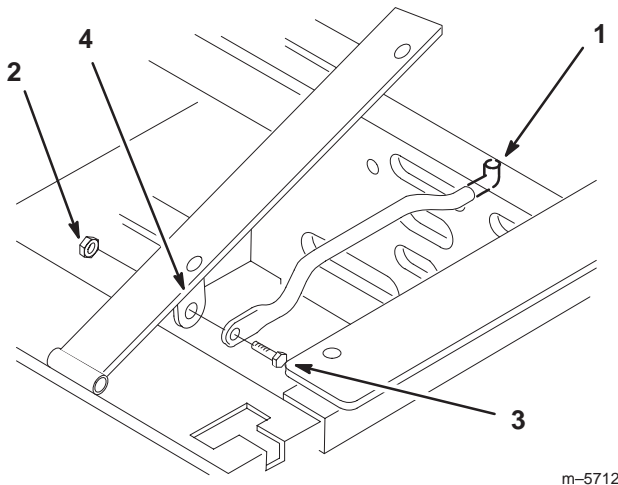

Figure 3
1. Basculez le siège en avant. Enlevez le contre-écrou (5/16") qui est vissé sur le boulon fixant la tige sur l'armature du siège (Fig. 3).
2. Retirez la tige du siège et insérez l'extrémité en L dans le trou situé juste au-dessus du côté gauche de la pompe hydraulique (Fig. 3).
3. Placez la tige à l'extérieur de la patte de montage du siège et fixez-la en place à l'aide d'un boulon (5/16 x 1") et d'un contre-écrou (5/16") (Fig. 3).